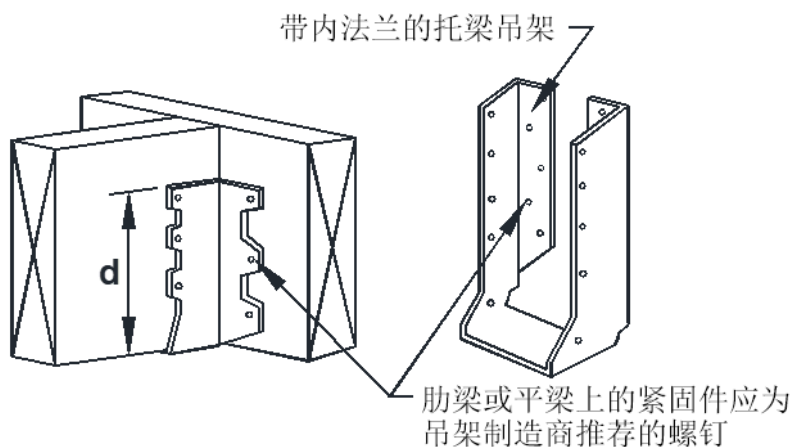

图 11: 托梁吊架
- 托梁吊架深度， d ，如图 11 所示，应大于或等于托梁深度的 60%。